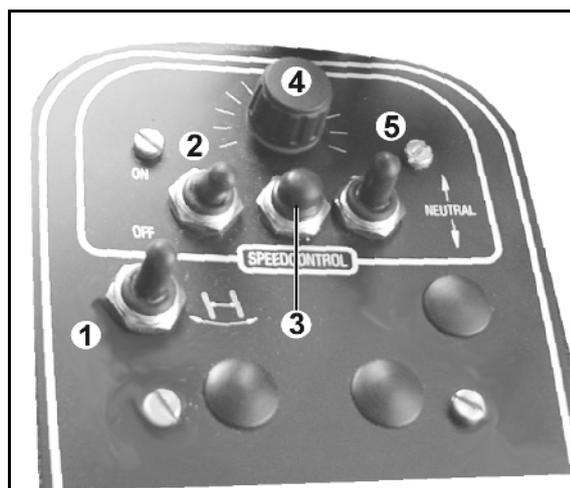
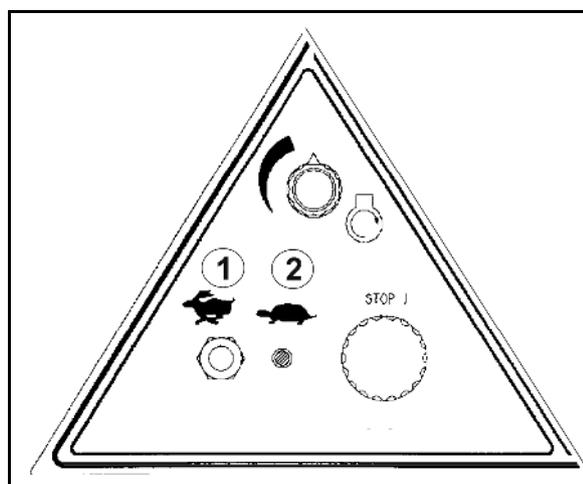

Fig. 31
Fig. 32
Wahlschalter (Fig. 31/5) nur im Stand betätigen:
1. Schalter (Fig. 31/2) auf ON
2. Drehknopf (Fig. 31/4) bis zum linken Anschlag drehen.
4. Mit der Taste (Fig. 31/3) Tempomat einschalten.
5. Mit Drehknopf (Fig. 31/4) Fahrgeschwindigkeit einstellen.
→ Fahrgeschwindigkeit wird wieder über das Fahrpedal gesteuert. Die Maximalgeschwindigkeit ist die eingestellte Geschwindigkeit am Drehknopf (Fig. 31/4).
2. Mit der Taste (Fig. 31/3) Tempomat-Funktion einschalten.
Im Stand Schalter (Fig. 31/2) auf OFF stellen.
- Der wesentliche Unterschied zwischen Fahren in Modus Straße (Fig. 32/1) und Modus Feld (Fig. 32/2) besteht in der Möglichkeit im Modus Feld manuell die Fahrgeschwindigkeit über den Drehknopf (Fig. 31/4) zu regulieren.